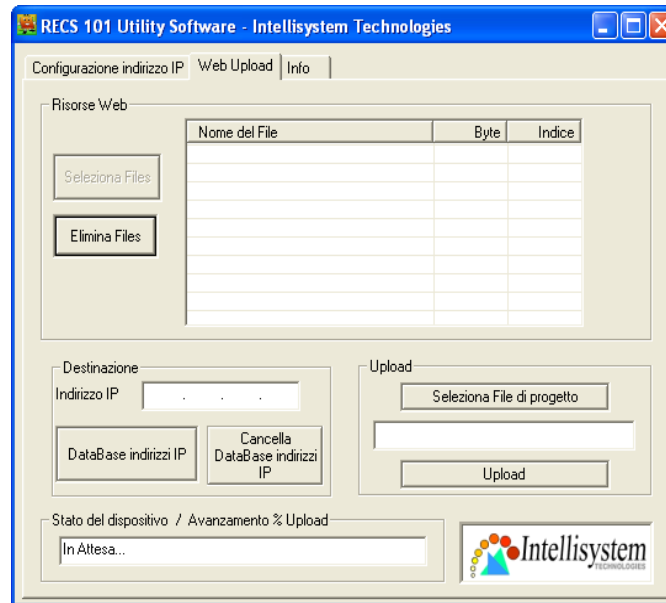
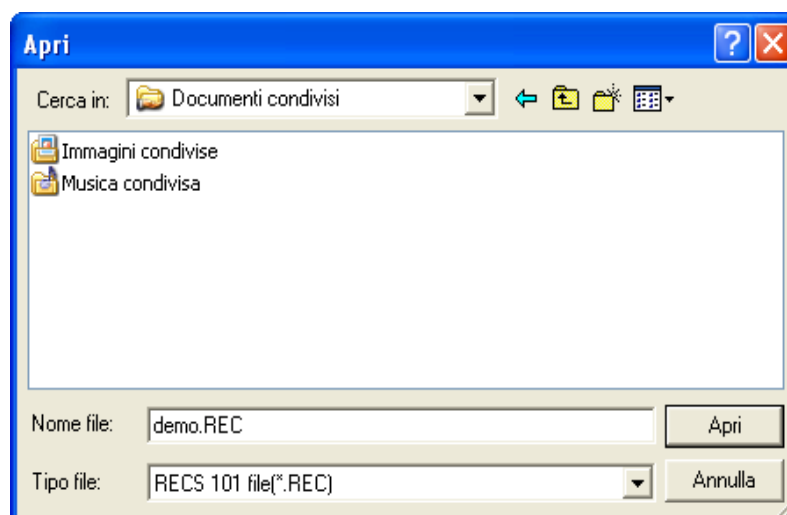

Fig. 24 – Maschera per la gestione dell'upload di RECS Utility.
Fig. 27 – Selezione del file di progetto.
- 1) Dopo aver lanciato RECS Utility selezionare l'opzione "Web Upload" come riportato in fig. 24
Nel caso si volessero programmare più RECS 101 con la stessa interfaccia utente e quindi col medesimo indirizzo IP si possono saltare le fasi descritte nei punti 1-4 a patto di possedere il file di progetto *.REC. In questo caso premere il pulsante “Seleziona File di progetto” (fig. 24), selezionare il file di progetto da trasferire in RECS 101 (fig. 27), quindi procedere con l’operazione di upload premendo il pulsante “Upload” (fig. 24).